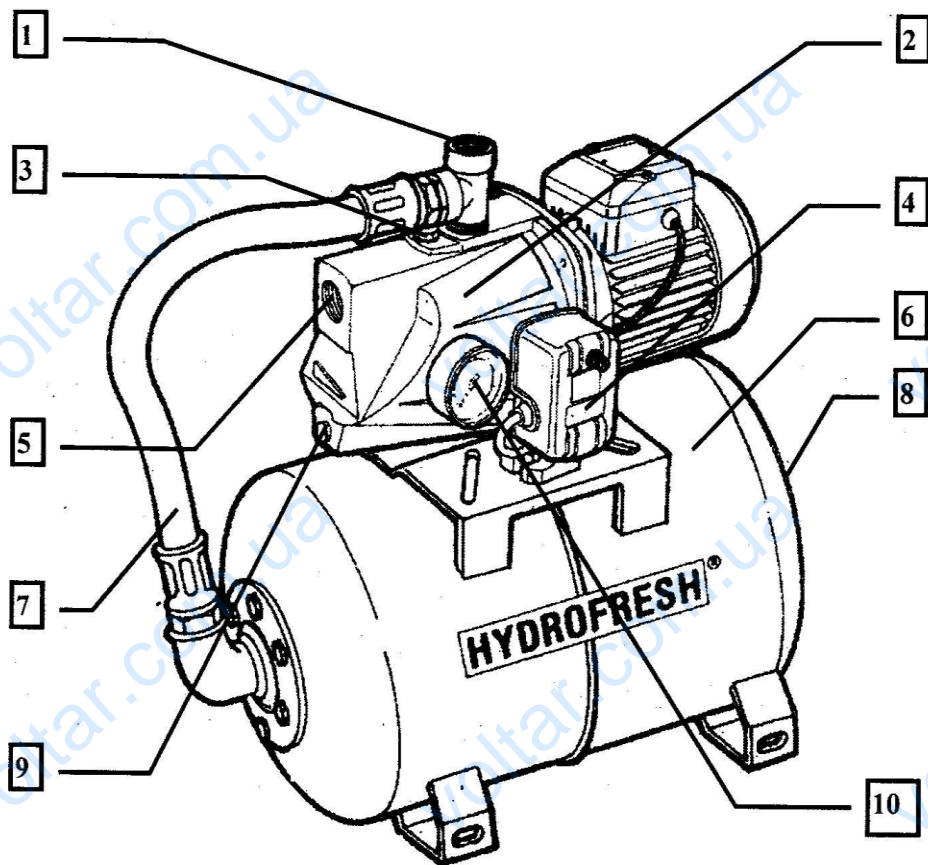

Рис.1
1. Присоедините всасывающую трубу с обратным клапаном к входному отверстию[5] (см. рис.1). При присоединении к магистральному водопроводу диаметр трубы в месте присоединения должен быть не менее 1 1/4".
Автоматический агрегат поддержания давления (далее ААПД) (рис.1) представляет собой насосный агрегат, предназначенный для бесперебойного водоснабжения в автоматическом режиме коттеджей, дач, ферм и других потребителей чистой водой из колодцев(рис.2.1), скважин(рис.2.2), накопительных резервуаров(рис.2.3), магистральных водопроводов(рис.2.4) или других источников.
ААПД (см.рис.1) состоит из поверхностного самовсасывающего электронасоса[2], гидроаккумулятора[6] со сменной мембраной, реле давления[4], манометра[10] и соединительной арматуры: гибкого шланга в металлооплетке[7], трех- или пятивыводного латунного штуцера[1].